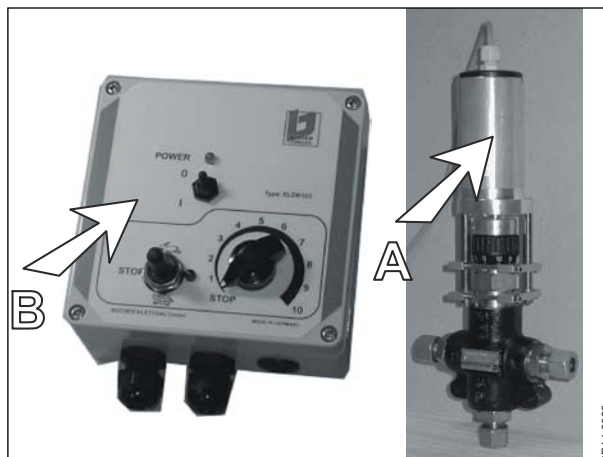

Fig. 5.2
Fig. 5.2 Skal bundkædehastigheden reguleres fra førersædet tilbydes der en elektrisk regulering af denne (se reservedelsliste vedr. bestillingsnummer). Dette sæt består af en stepmotor (A), der monteres ovenpå den eksisterende ventil samt en elstyrebox (B).